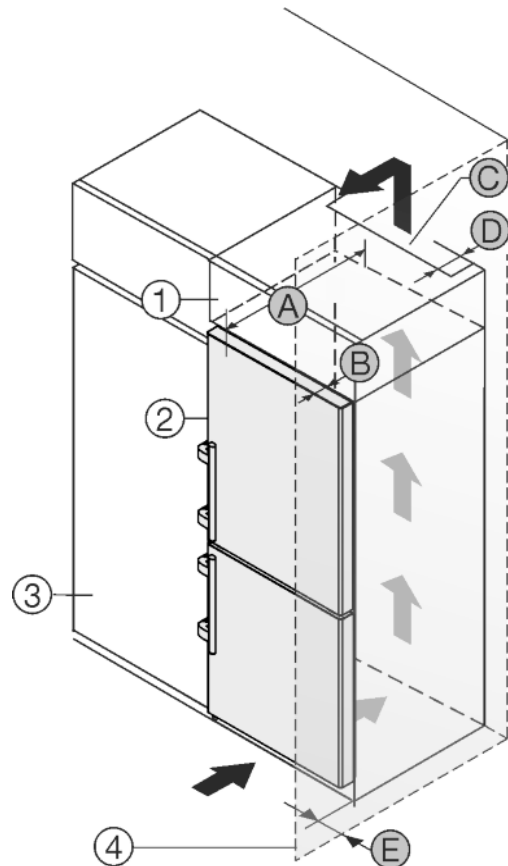

*Fig. 25*
- ▶ Enfiler le cache extérieur. *Fig. 25 (1)*
- ▶ Fermer la porte supérieure. *Fig. 25 (2)*